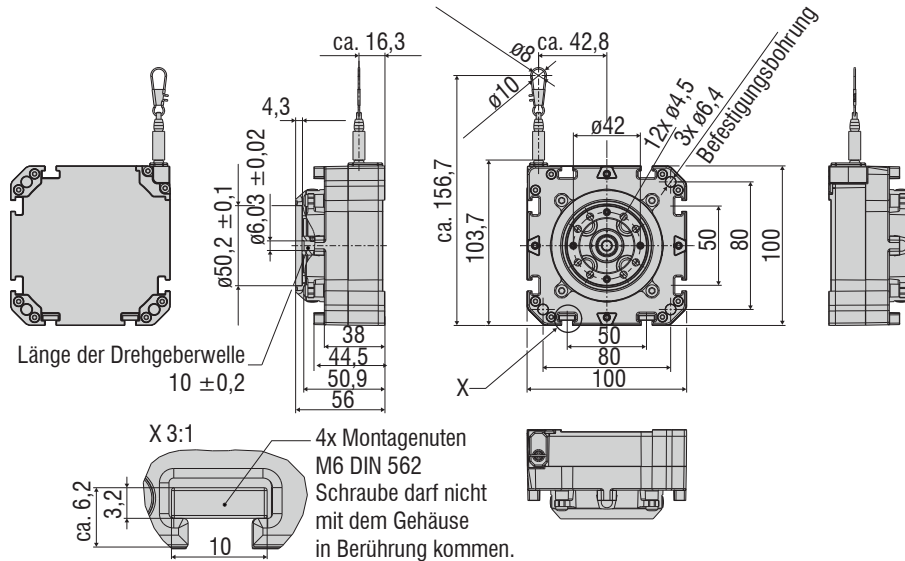
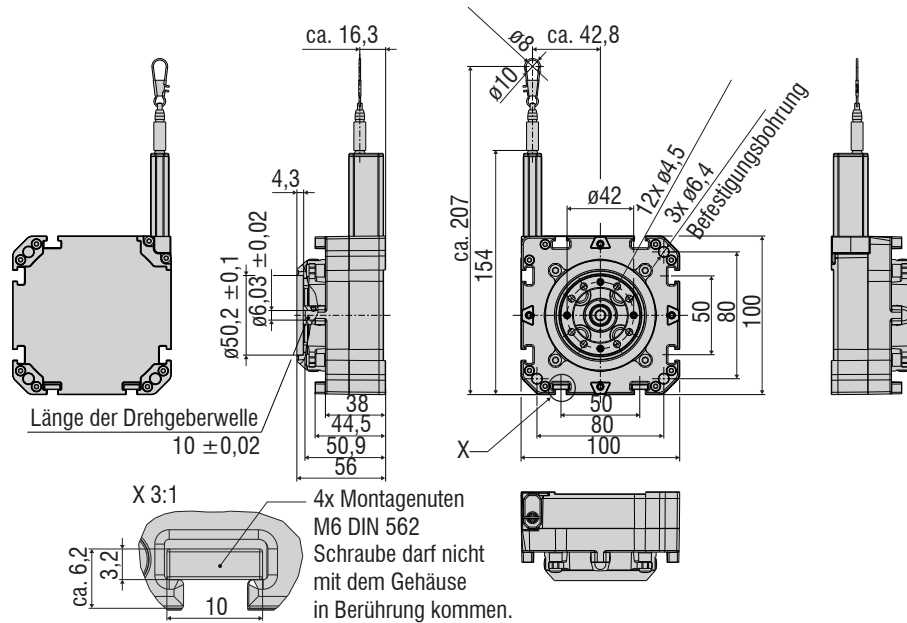

Abb. 2 Maßzeichnung WPS-1500-K100-M, Maßzeichnung WPS-2500-K100-M, Abmessungen in mm
Abb. 3 Maßzeichnung WPS-3500-K100-M, Maßzeichnung WPS-5000-K100-M,
- ➡ Montieren Sie den Sensor entweder mit M6 Schrauben (Durchgangsbohrung) oder mit Nutensteinen (Montagenuten) gemäß den Angaben folgender Tabelle und gemäß folgender Abbildungen, siehe Abb. 2, siehe Abb. 3.